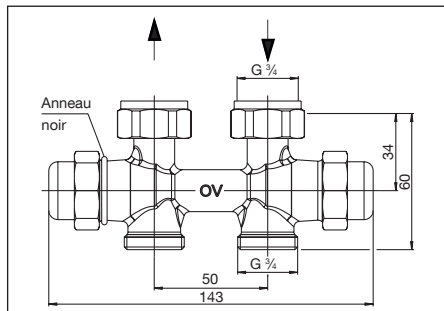
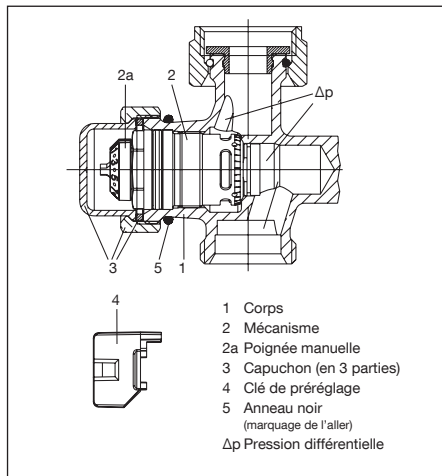
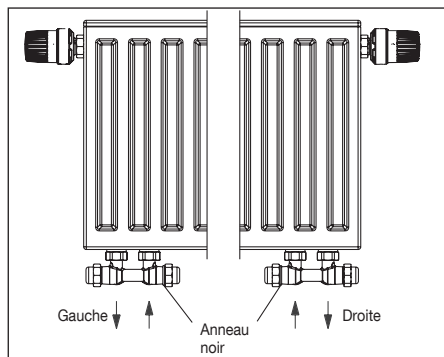

Fig. 3 Modèle droit
Fig. 5 Conception du régulateur de débit
Fig. 6 Affectation des raccordements du modèle équerre pour raccordement à gauche ou à droite
Le débit maximal peut être réglé à l'aide de la clé de préréglage (pos. 4, fig. 5) (voir paragraphe 6.2.1).
Avec l'appareil de mesure raccordé, la pression différentielle disponible au corps de robinet est mesurée. Pour ce faire, dévisser le capuchon (pos. 3, fig. 5). Démontez ensuite le mécanisme (pos. 2, fig. 5) à l'aide du «Demo-Bloc» et effectuer une mesure avec la tige pour mesurer la pression différentielle. Dès que la pression différentielle mesurée atteint un niveau supérieur ou égal à la pression différentielle $\Delta p_{\min}$ (voir 4.1), elle est assez élevée pour permettre la régulation automatique du débit par le raccord.
Il est impératif de respecter la position de l'aller et du retour pour garantir que le fluide circule dans le bon sens (voir fig. 3, 4 et 6). L'aller doit être raccordé au côté du régulateur de débit marqué d'un anneau noir (pos. 5, fig. 5). Le modèle équerre est disponible pour raccordement à gauche et à droite (affectation des raccordements voir fig. 6).
2. Dévisser le mécanisme «QA» (pos. 2, fig. 5) et le mécanisme d'arrêt «Combi LR» à l'opposé à l'aide d'une clé de 19 mm.
4. Démonter l'anneau noir (pos. 5, fig. 5) pour le marquage du raccordement pour l'aller et le monter sur le côté opposé du raccord (mécanisme «QA»).
Lors du montage, veiller à la pose parallèle et sans contraintes de la tuyauterie. Il est impératif de respecter la position de l'aller et du retour pour garantir que le fluide circule dans le bon sens. L'aller doit être raccordé au côté du raccord marqué d'un anneau noir (pos. 5, fig. 5).
Démonter le capuchon sur le côté aller (marqué d'un anneau noir, pos. 5, fig. 5).
Procéder au préréglage selon la valeur souhaitée à l'aide de la clé de préréglage (pos. 4, fig. 5). Le préréglage ne peut être effectué qu'à l'aide de la clé de préréglage fournie qui est montée sur la poignée manuelle (pos. 2a, fig. 5). Cela évite tout risque de dérèglement de la valeur réglée par des personnes non autorisées.
1. Démonter le capuchon sur le côté aller (marqué d'un anneau noir, pos. 5, fig. 5).
Dévisser le mécanisme (pos. 2, fig. 5) du corps (pos. 1, fig. 5) à l'aide de l'outil spécial «Demo-Bloc» sans vidanger l'installation.